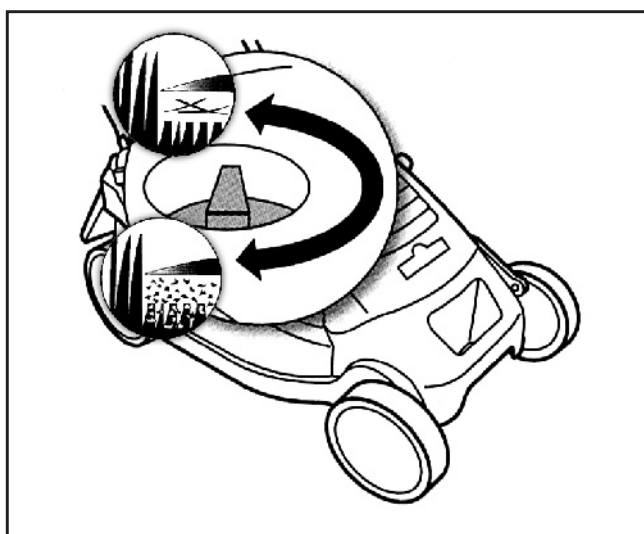

Fig. 15
- Tournez le sélecteur de système de tonte en position (Fig. 15).
- Ponga el seleccionador de sistema de corte en posición (fig. 15).
- Coloque el selector de sistema de corte en la posición (fig. 15).
- Rodar o selector do sistema de corte em posição (fig.15).
- Rode o selector do sistema de corte em posição (fig.15).